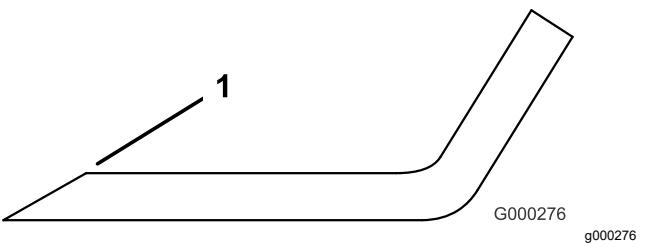

Bild 132
3. Prüfen Sie die Schnittkanten aller Messer und schärfen die Kanten, wenn sie stumpf sind oder Kerben haben (Bild 132).
Hinweis: Schärfen Sie nur die Oberseite der Schnittkante und behalten Sie den ursprünglichen Schnittwinkel bei, um die Schärfe des Messers zu gewährleisten (Bild 132). Das Schnittmesser bleibt ausgewuchtet, wenn von beiden Schnittkanten die gleiche Materialmenge entfernt wird.